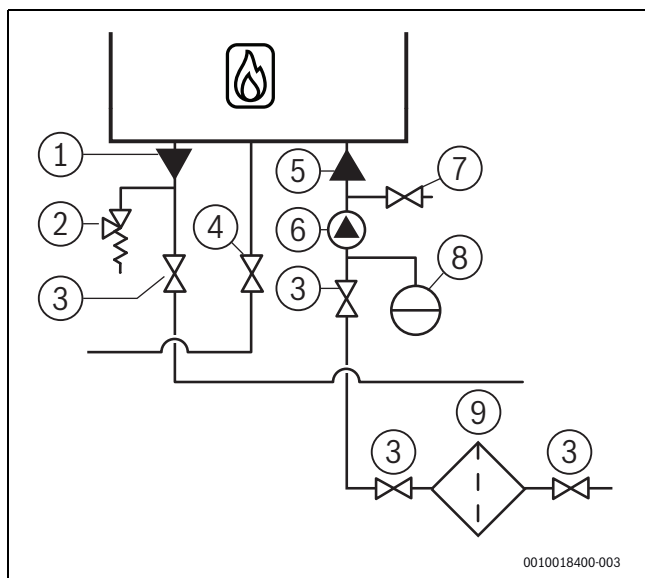

Fig. 18 Raccordement des conduites d'eau de chauffage
- Monter le raccordement du vase d'expansion tout comme le robinet de service directement sous la chaudière et au-dessus des robinets de service. (→ fig. 18, page 19).
- Monter un robinet de service dans la conduite de départ et dans la conduite de retour (→ fig. 18, page 19).